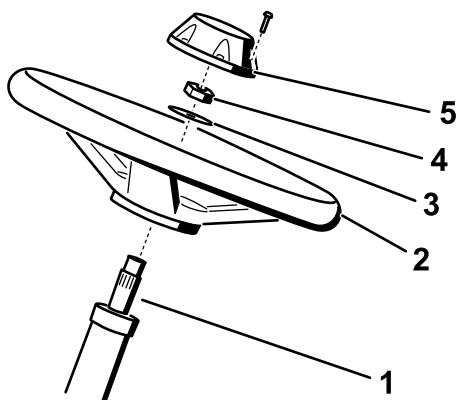

図 6
1. ステアリングシャフト 図 6 に表示に、固着防止コンパウンドを塗りつける。
2. ワッシャとロックナットを使用して、ステアリングシャフトにハンドルを取り付ける 図 6。
4. ハンドルにキャップを取り付ける 図 6。